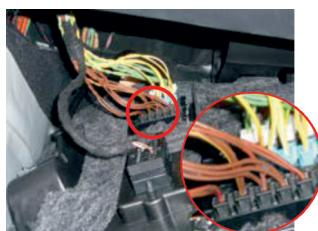

Рис. 2
2. У дистрибутора, расположенного на горизонтальном кожухе, слева в ногах водителя (см. рисунок 2).